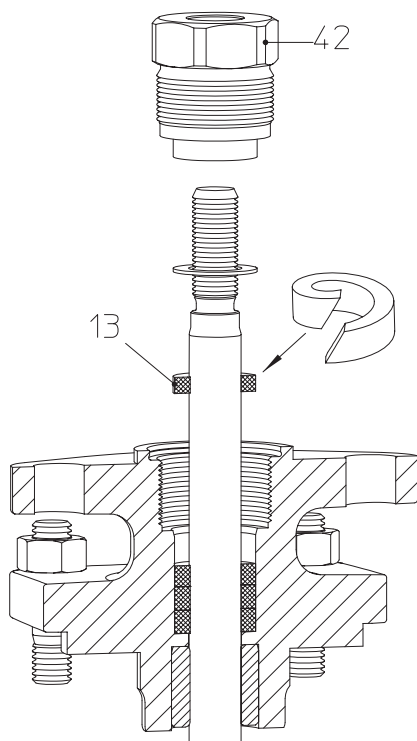
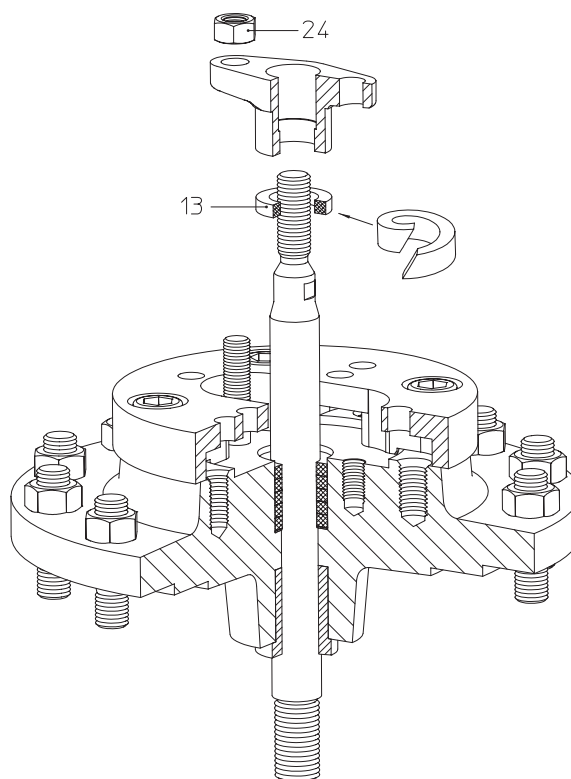

Fig 13: Packboxtätning DN15-150
Fig 14: Packboxtätning DN125v-150v
- Montera den nya packningsringen enl. Fig 13 resp Fig 14.